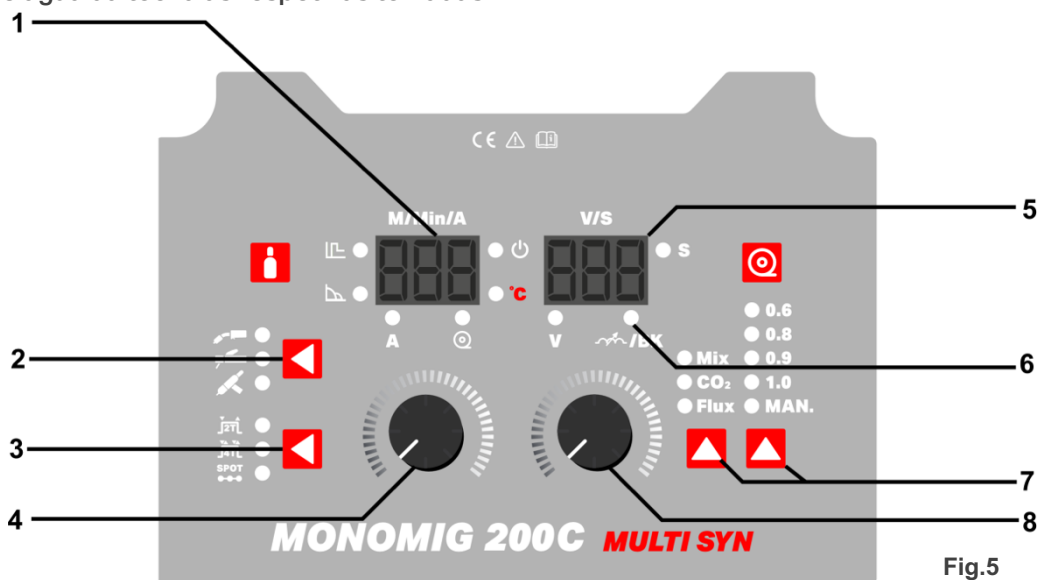

Fig.5
- Seleccionar modo de soldadura MIG/MAG no selector 2 (Fig.5).
- Seleccionar modo de gatilho da tocha com o selector 3 (Fig.5):
Modo SPOT (pontos) – Quando seleccionado, indica que a máquina está no modo SPOT, interrompendo automaticamente a soldadura no final do período ajustado (segundos). Para seleccionar, pressione o botão 8 (Fig.5) até que o led S acenda e o display 1 (Fig.5) mostre SPT e para ajustar gire o botão 8 (Fig.5) para o tempo desejado.
- Com os botões 7 (Fig.5), selecione MANUAL ou o programa sinérgico desejado.
ajuste a tensão de soldadura com o botão 8 (Fig.5) de 10 a 26V. Durante a soldadura, este parâmetro está ativo continuamente girando o botão 8 (Fig. 5), a tensão de soldadura é ajustada.
ajuste também, por meio do botão de ajuste 5 (Fig.5), a velocidade do motor de fio entre 1,5 a 15 m/min, conforme mostrado no display digital. Durante a soldadura, este parâmetro está ativo continuamente girando o botão 5 (Fig. 5), a velocidade do fio é regulada.
Ajuste a corrente de soldadura com o botão 4 (Fig.5) de acordo com o campo de corrente do programa selecionado.
Ajuste a sinergia com o botão de ajuste fino de sinergia 8 (Fig.5) de -4 a +4.
- Selecione a indutância eletrônica pressionando o botão 8 (Fig.5) até que o display 1 (Fig.5) mostre ind e gire o botão 8 (Fig.5) de 0 a 10. - menos indutância (arco mais estreito, mais penetração) e mais indutância (arco mais largo, mais enchimento)
- Selecione BURN BACK (o comprimento do fio à saída da pistola, no final da soldadura), pressionando o botão 8 (Fig.5) até que o display 1 (Fig.5) mostre bub e gire o botão 8 (Fig.5) de 0 a 10 .